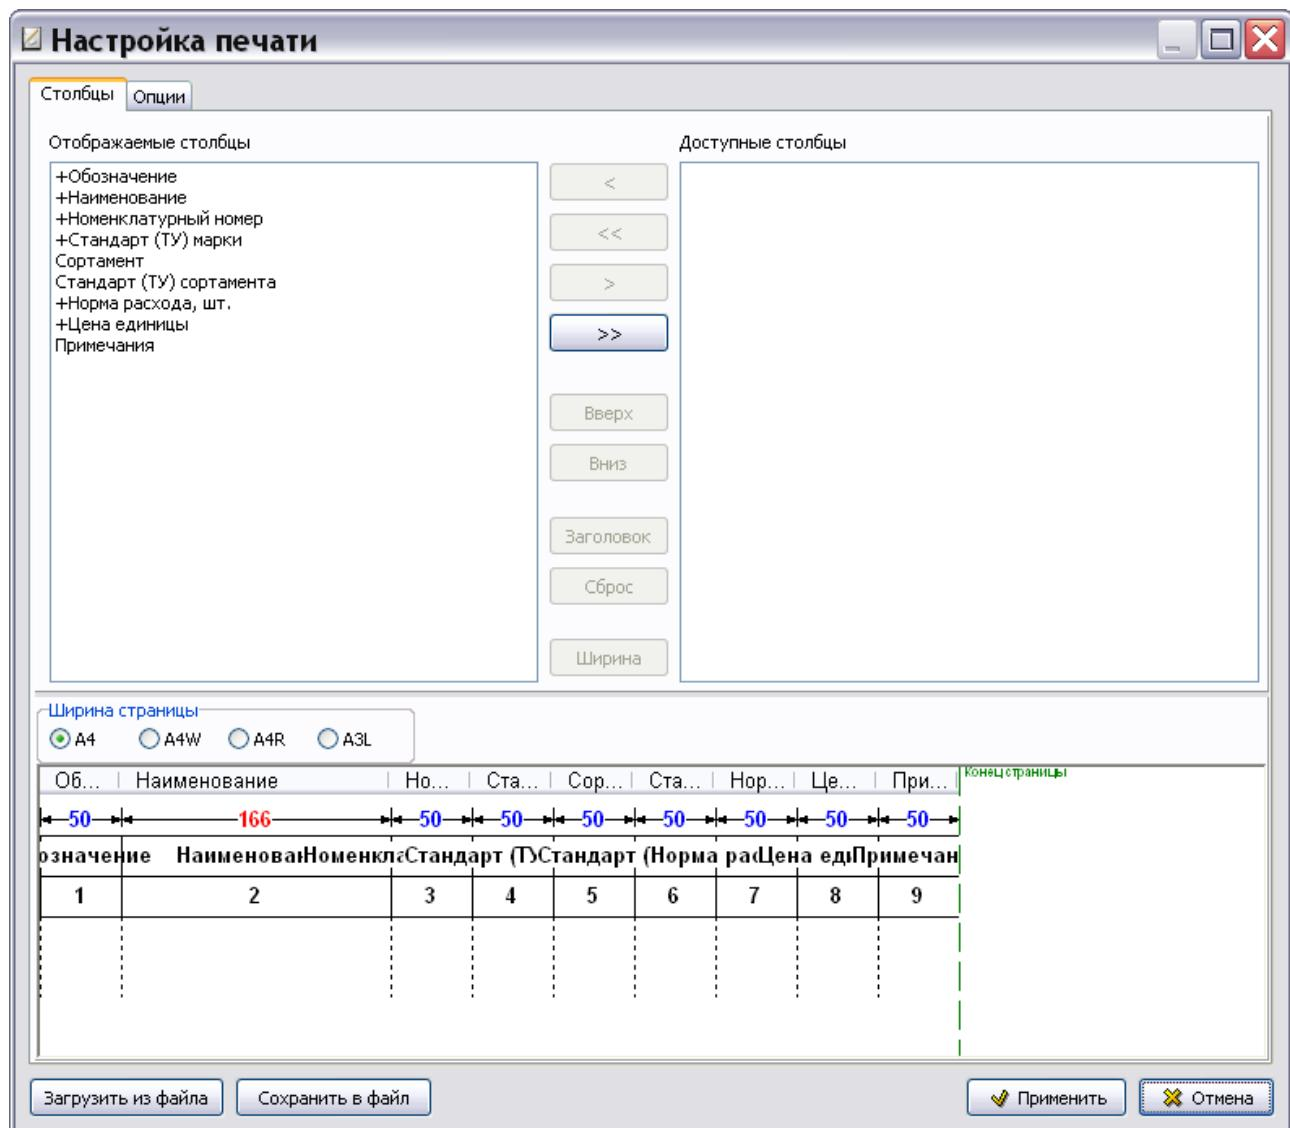

Рис. 3.67
5. Нажмите на кнопку **Применить**. После этого откроется окно **Настройка печати** (Рис. 3.67).